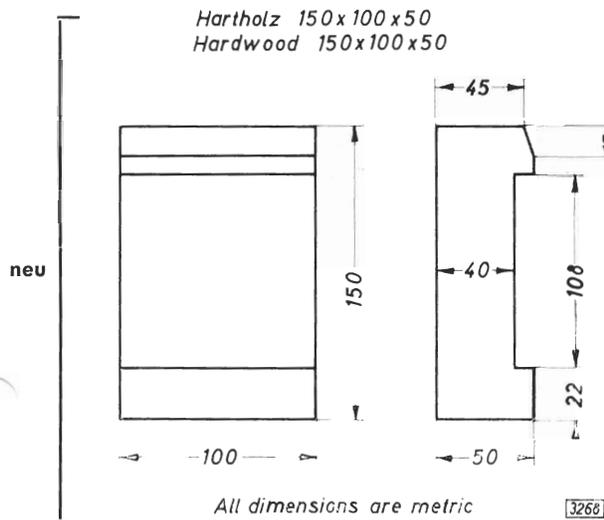
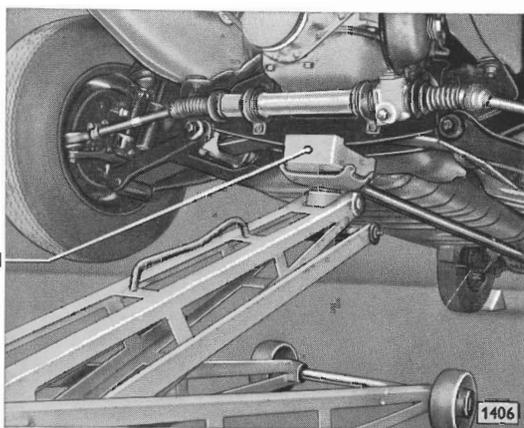

Bild 90 - Skizze zur Anfertigung des Vorderachs-Aufnahmeklotzes
Bild 91 - Vorderachs-Aufnahmeklotz zwischen Wagenheber und Vorderachskörper zwischengelegt
(Hartholz) zwischen Wagenheber und Vorderachskörper zwischenzulegen (Bild 91). Hierbei darauf achten, daß sich der Achskörper in die Aussparung des Holzklotzes (91/1) einsetzt und die abgeschrägte Kante in Richtung Motorölwanne zu liegen kommt.
- Wagen vorn mit Wagenheber – unter Mitte Vorderachskörper angesetzt – hochheben. Hierzu in eigener Werkstatt angefertigten Hartholzklötz (Bild 90) so zwischen Wagenheber und Vorderachskörper zwischenlegen (Bild 91), daß sich der Achskörper in die Aussparung des Holzklötzes einsetzt und die abgeschrägte Kante in Richtung Motorölwanne zu liegen kommt.